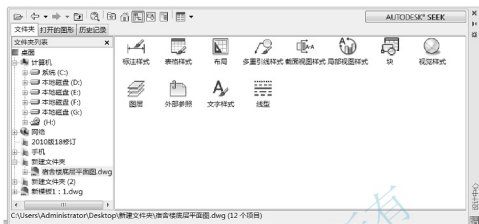

图 3.128 在【设计中心】加载文件
【设计中心】的右侧选项框中出现“宿舍楼底层平面图.dwg”中所包含的“块”“标注样式”“图层”“线型”“文字样式”等设定信息,如图3.128所示。
(6) 单击【设计中心】对话框左上部的【上一级】图标,右侧显示如图3.128所示的内容。